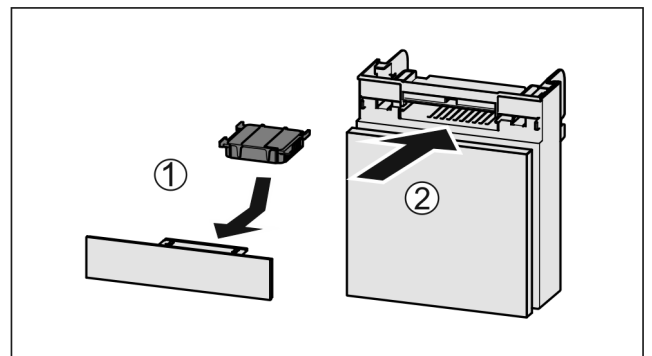

Fig. 102
- ▶ Actiefkoolfilter overeenkomstig afbeelding aanbrengen *Fig. 102 (1)*.
- ▶ Lade erin schuiven *Fig. 102 (2)*.